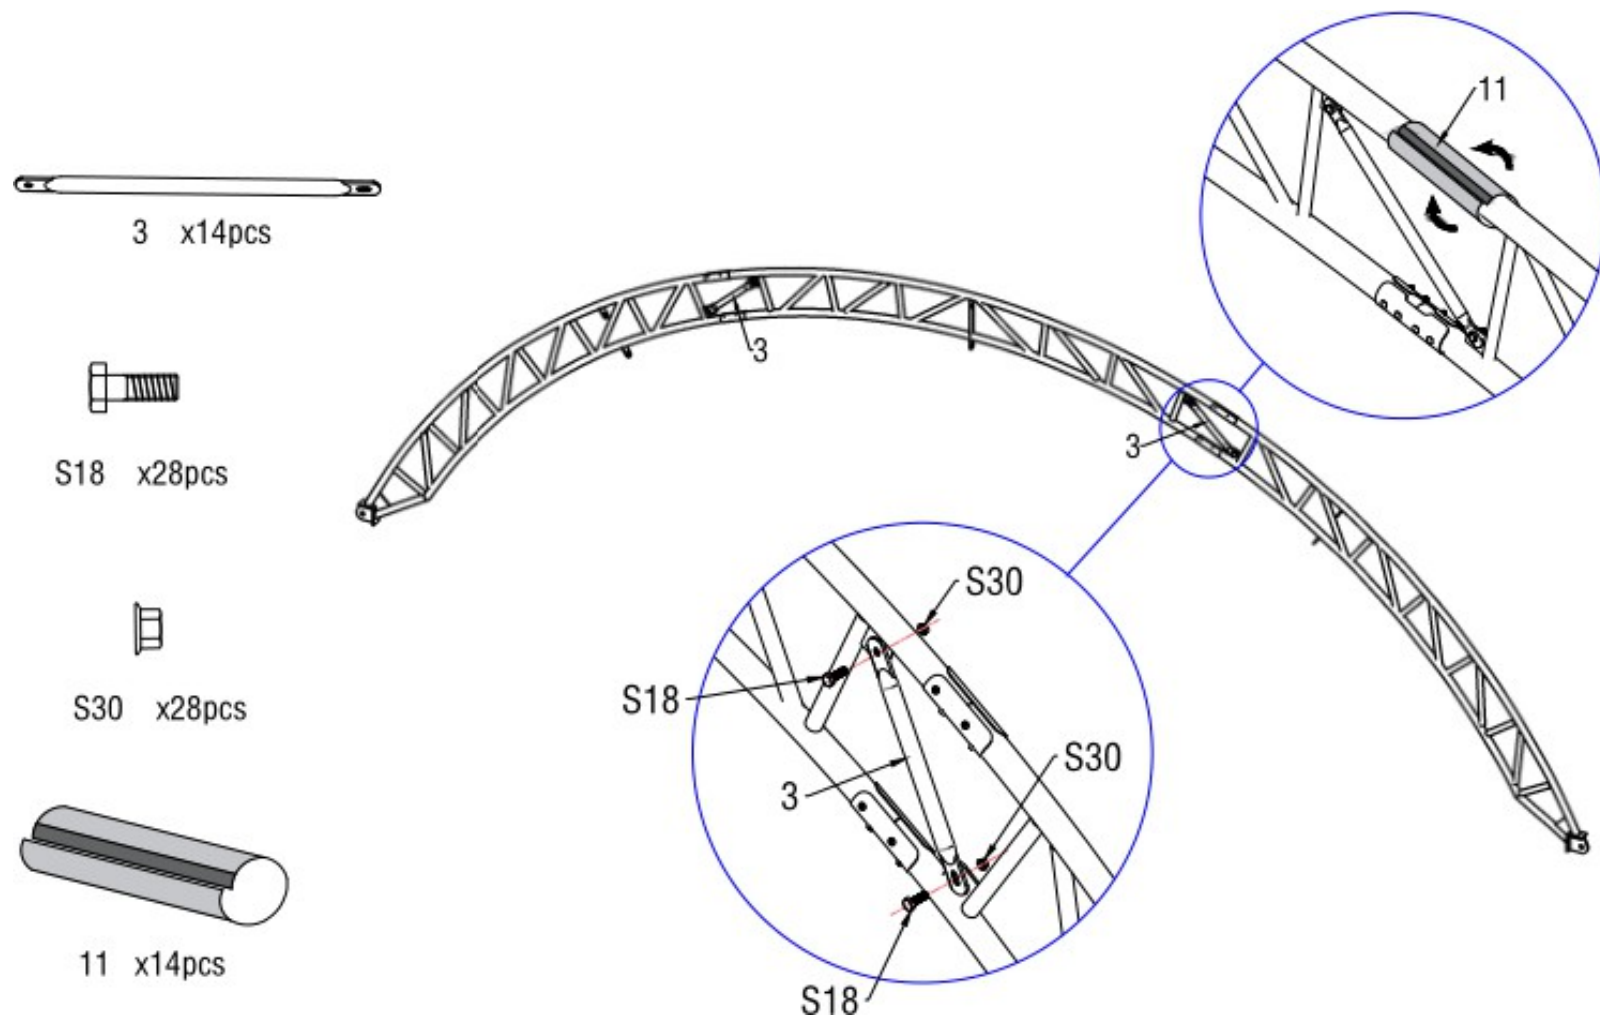

Figure 3
2.2 Comme le montre la figure 3, installez la sangle de soutien entre l'arche (n° 3) à l'aide d'un boulon M10x30 mm (n° S18). Placez ensuite le cache de protection en PVC à l'extérieur de la connexion de l'arche afin de protéger la couverture du toit contre les rayures causées par le joint extérieur.